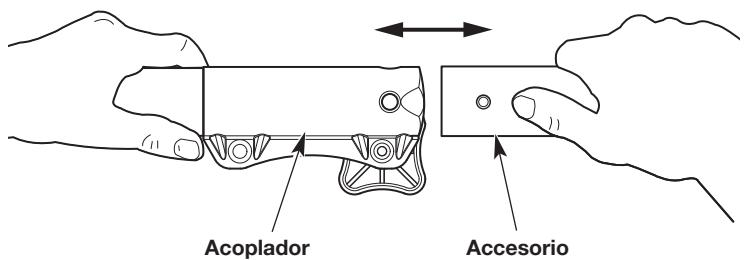
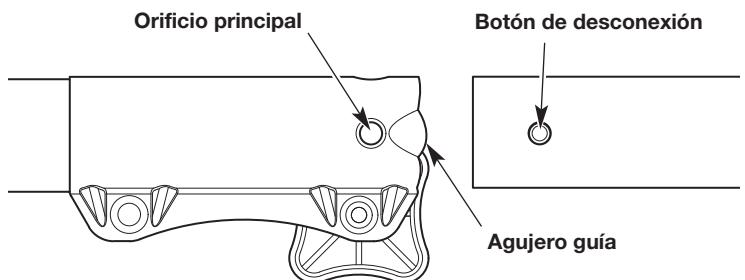

Fig. 3
Fig. 5
- Alinee el botón de liberación con el embutimiento de la guía (Fig. 5).
- Presione el accesorio directamente dentro del acoplador (Fig. 3) hasta que el botón de liberación encaje a presión firmemente del orificio principal (Fig. 5).
- Oprima y mantenga apretado el botón de liberación (Fig. 5).
- Tire del accesorio directamente hacia fuera del acoplador (Fig. 3).